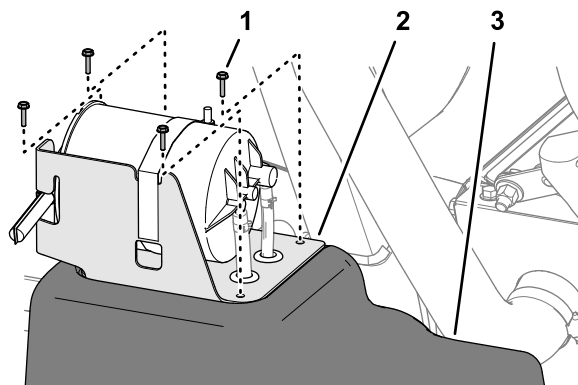

Figure 83
2. Sur le réservoir de carburant, retirez les 4 vis (n° 10 x ¾ po) qui fixent le support du filtre à charbon actif au sommet du réservoir de carburant (Figure 83).